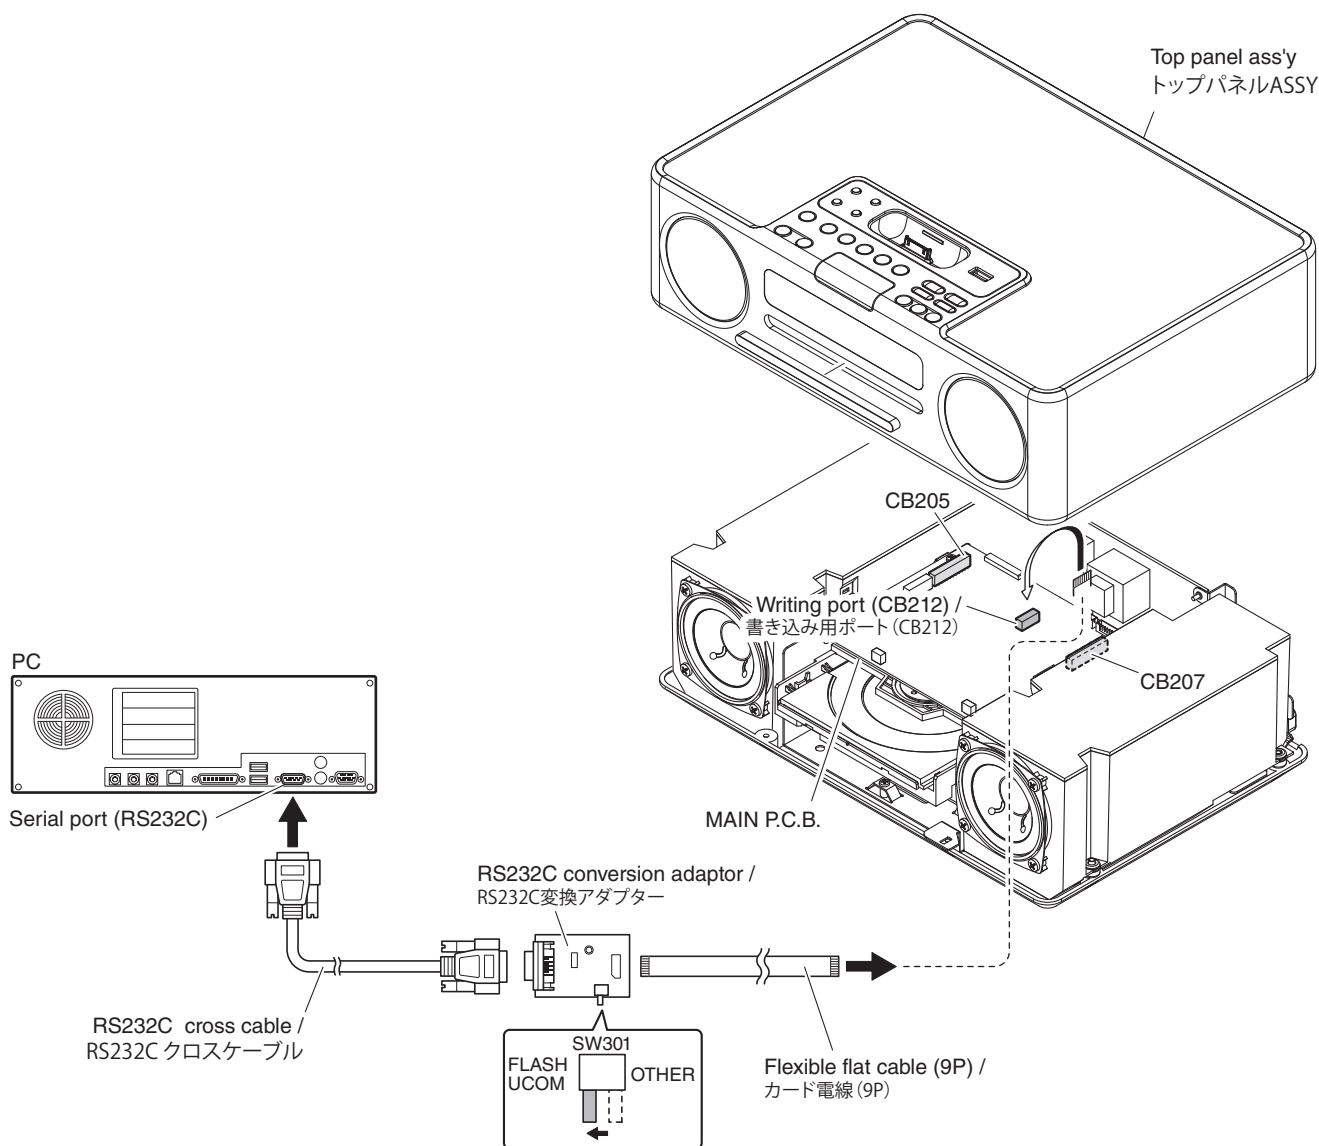

Fig. 1
2. Set the switch (SW301) of RS232C conversion adaptor to the "FLASH UCOM" position. (Fig. 1)
3. Connect the writing port (CB212 of MAIN P.C.B.) of this unit to the serial port (RS232C) of the PC with RS232C cross cable, RS232C conversion adaptor and flexible flat cable as shown below. (Fig. 1)
2. RS232C 変換アダプターのスイッチ (SW301) "FLASH UCOM" 側に設定します。 (Fig. 1)
3. 本機の実行用ポート (MAIN P.C.B. の CB212) と PC のシリアルポート (RS232C) を下記のように接続します。 (Fig. 1)